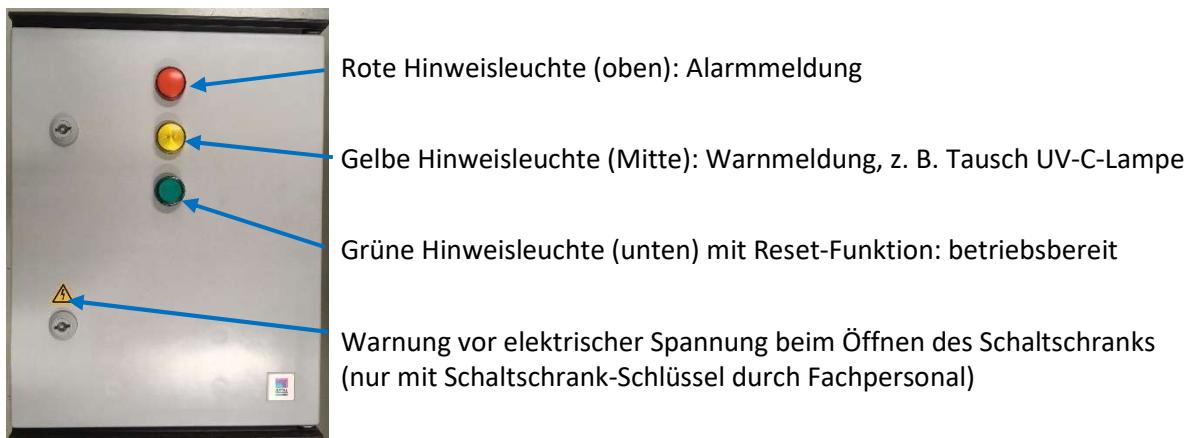

Abbildung 5 Steuerung der Trinkwasser-Trennstation - Bildliche Darstellung
- Betriebszustände (siehe Abb. 5)